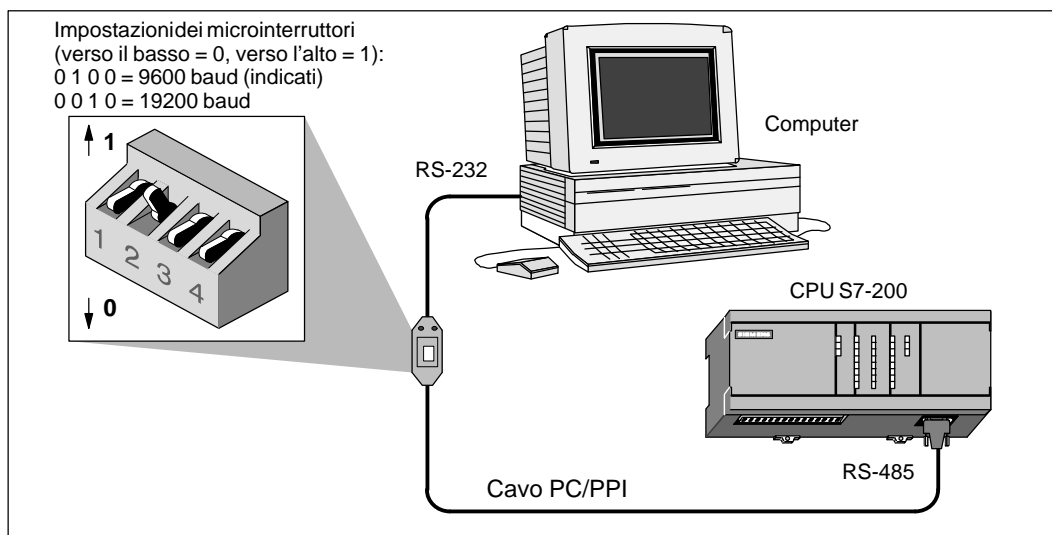

Figura 3-3 Comunicazione con la CPU in modo PPI
- Un master connesso a uno a più slave. Vedere la figura 3-3.
La figura 3-3 illustra una configurazione tipica nella quale un personal computer è collegato alla CPU tramite il cavo PC/PPI. Per stabilire una comunicazione corretta tra i componenti installati procedere nel seguente modo.